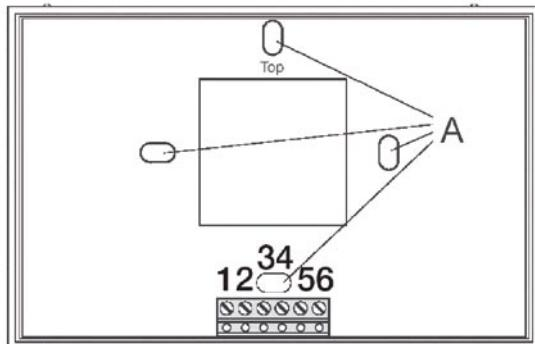
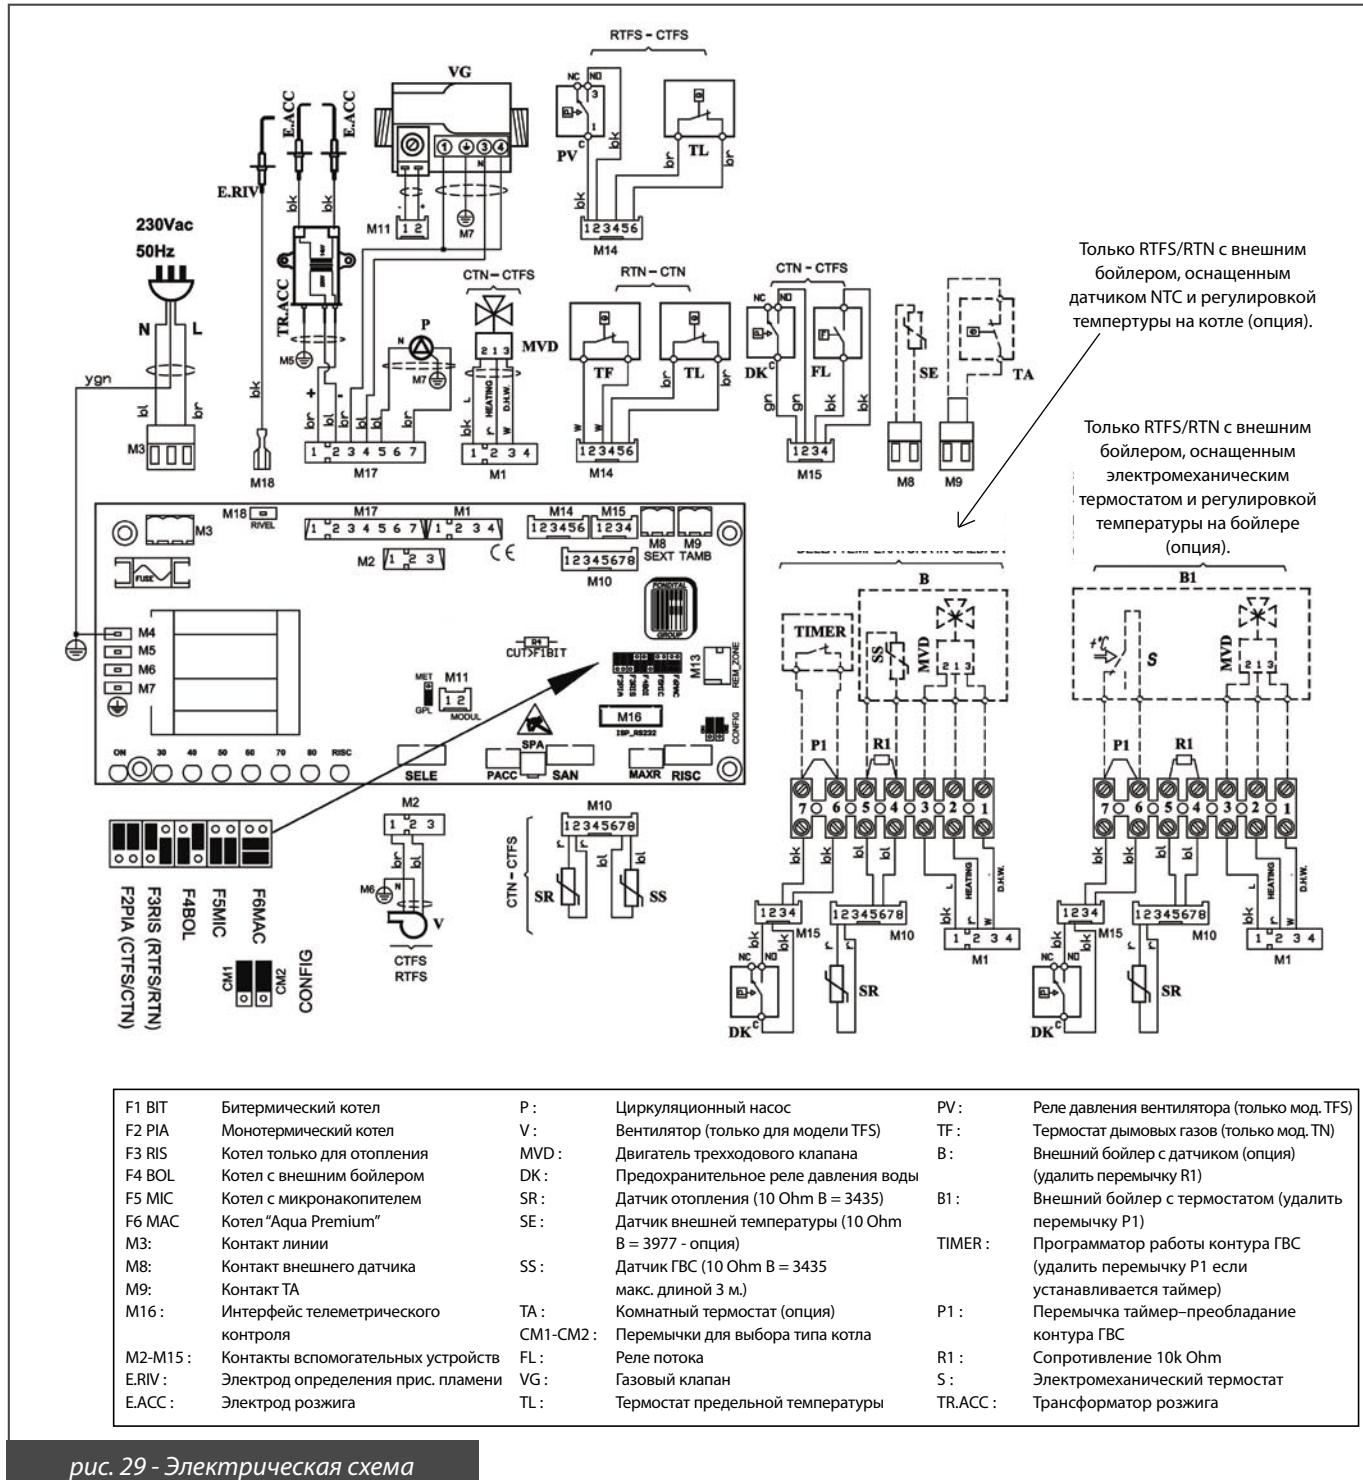

рис. 26 - Установка пульта дистанционного управления *Open Therm*
рис. 29 - Электрическая схема
Провода комнатного термостата должны быть подсоединенены к зажиму **M9** электронной платы (рис. 29) после удаления перемычки, имеющейся в комплекте с котлом.
- отделить с помощью отвертки заднюю часть (серую) корпуса от передней (белой) и закрепить используя отверстия А (рис. 26) заднюю часть корпуса на стене;
- подключить пульт ДУ к котлу закрыв контакты 1 и 2 пульта ДУ (рис. 26) на клемной панели OPENTH M6 платы ИНТЕРФЕЙСА ПУЛЬТА. Подключение BUS защищено от ошибочной полярности, это означает, что контакты могут быть подключены даже наоборот;
Внешний температурный датчик OKSONEST00 должен подключаться на контакты 5 и 6 пульта дистанционного управления (рис. 26). Внешний температурный датчик OSONDAES01 должен подключаться на контакт M8 электронной платы котла (рис. 29).
Телефонный коммутатор подключается к контактам 3 и 4 пульта дистанционного управления (рис. 26).